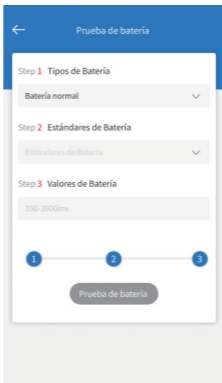

Figura 4.1.4
- Ingrese el valor de la capacidad de la batería y toque la prueba de la batería para iniciar la prueba (Consulte la Figura 4.1.4).